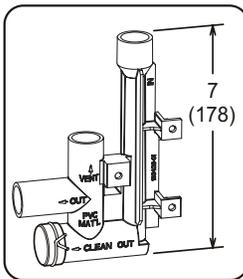

FIGURE 53
- 3 - Installer le bouchon sur l'ouverture de nettoyage à la base du purgeur. Fixer avec le collier. Voir « FIGURE 53 ».
- 4 - Installer le purgeur avec des raccords en PVC appropriés et coller tous les joints. Coller le purgeur fourni comme illustré à la « FIGURE 53 ». Acheminer le conduit de condensat jusqu'à un drain ouvert.